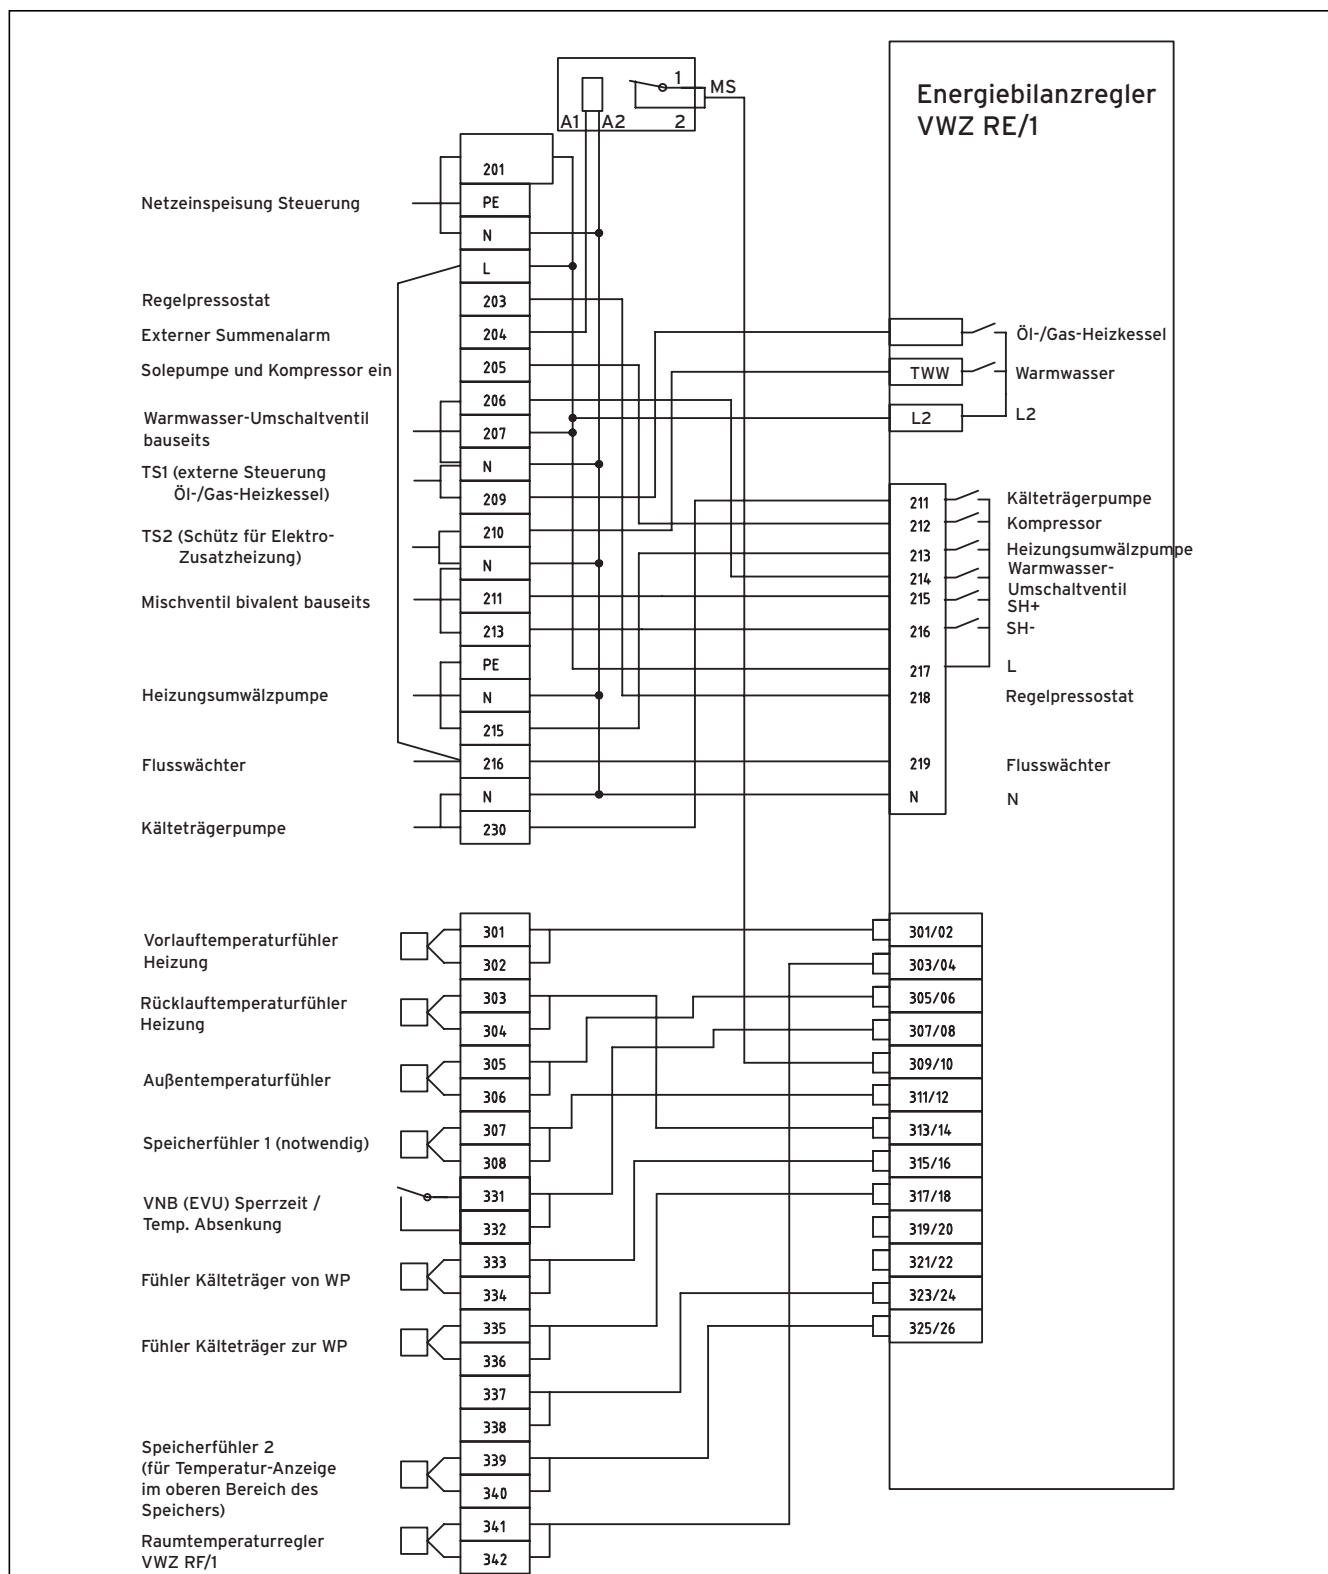

Abb. 6.1 Interne Anschlussverdrahtung des VWZ RE/1
- Verbinden Sie den Netzanschluss (PE, N und L1 des 7 x 1,5 mm²) mit den entsprechenden Anschlüssen der Netzanschlussklemme PE, 202 (N) und 202 (L1) (siehe Abbildung 6.1).